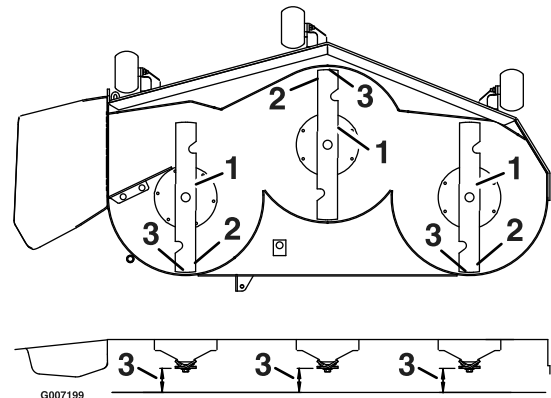

Figura 71
3. Gire cuidadosamente las cuchillas colocándolas en el sentido de avance de la máquina (Figura 71).
4. Mida entre la punta de la cuchilla delantera y la superficie plana y entre la punta de la cuchilla trasera y la superficie plana (Figura 71). Si la punta de la cuchilla delantera no está entre 1,6 y 7,9 mm más baja que la punta de la cuchilla trasera, continúe con el procedimiento Nivelación de la carcasa de corte.